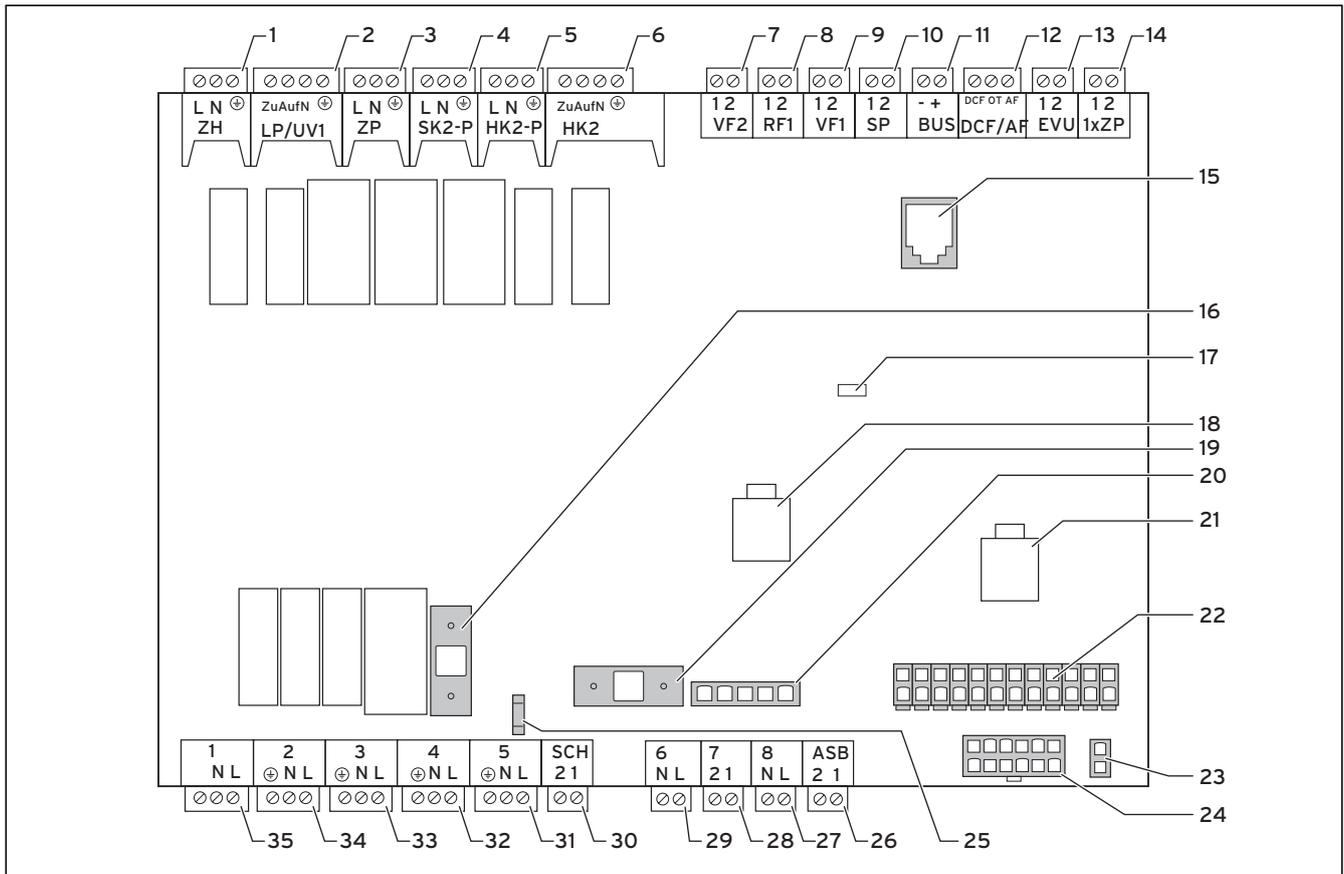

Abb. 7.7 Reglerplatine
- Schließen Sie die permanente Stromversorgung an die Netzeinspeisung Normaltarif an (2).
- Schließen Sie die Niedertarif-Stromversorgung an die Netzeinspeisung Niedertarif an (1).
- Schließen Sie den Kontakt des Rundsteuersignalempfängers an Klemme 13 „EVU“ (Energieversorgungsunternehmen) an (→ **Abb. 7.7**).
Legende zu Abb. 7.7
- Installieren Sie die Standardfühler VR 10 entsprechend den Anforderungen des Hydraulikschemas und schließen Sie sie an den jeweiligen Klemmen der Reglerplatine an (→ **Abb. 7.7**).